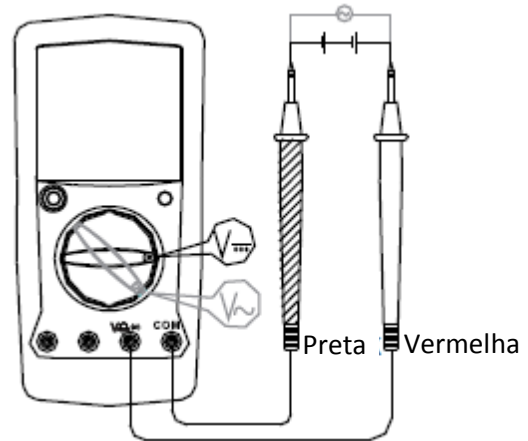

Figura 3
A. Medição de Voltagem AC e DC (ver figura 3)